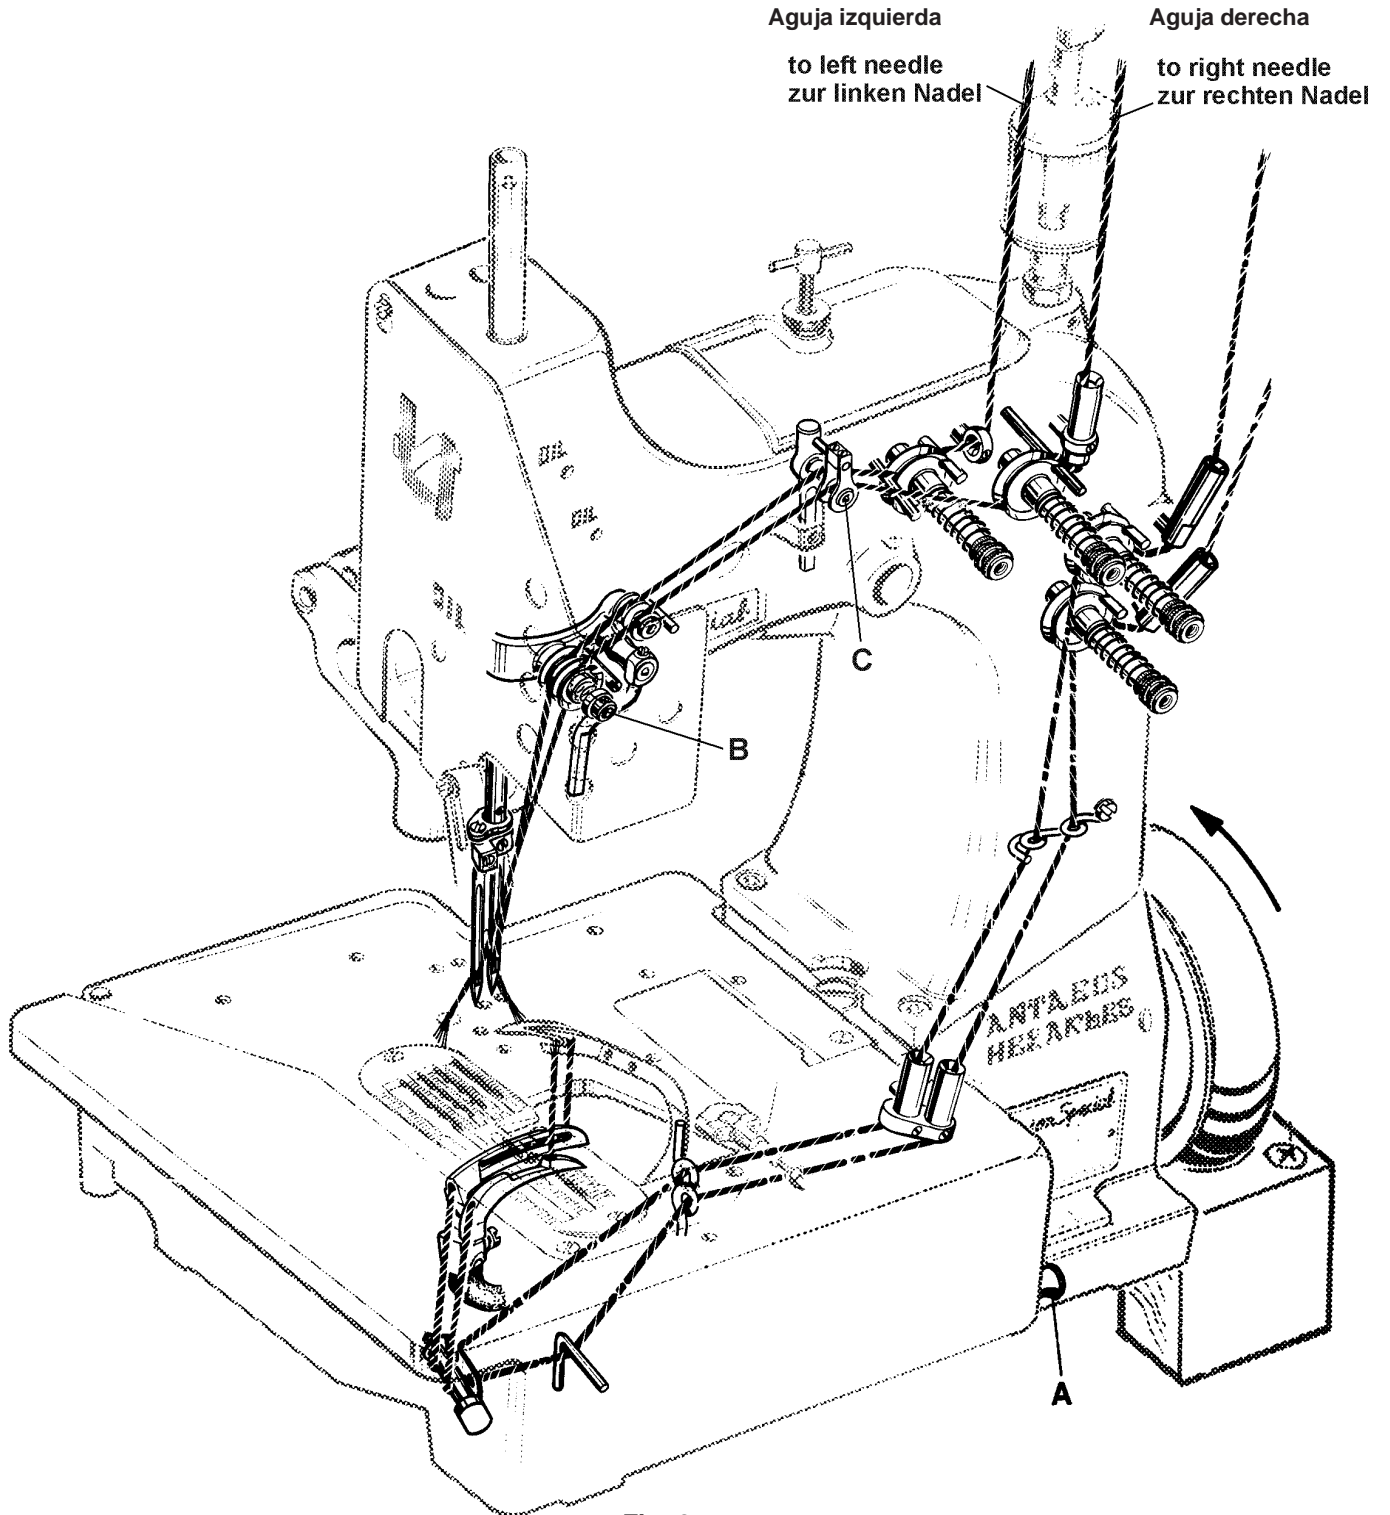

Fig. 2
3. Coloque la máquina sobre la base, de manera que el pasador de regulación (C) en la placa base, encaje en el hueco derecho trasero de la base de la máquina.
4. Asegure la máquina de coser con los 2 tornillos T (D) en la placa de base.
6. Monte el volante (E) con los 3 tornillos remache (F) a la máquina de coser. El pasador (G) debe encajar en el hueco de la parte central del volante (H).
7. Atornille el protector de la barra de aguja (J).
8. Apriete la aceitera (K).
9. Alinee el guarda correa del volante (L) con la perforación para la correa en la mesa (M) y con la rueda del volante y sujételo con los 2 tornillos para madera (N) a la mesa.
10. Desmonte el guarda correa del motor. Coloque la correa en V alrededor del volante y ajuste el motor para tensar la correa. La tensión del la correa en V será la correcta cuando ejerciendo presión moderada con el dedo ceda en aprox. 10mm (3/8 pulgada) en la mitad entre la rueda del volante en la máquina de coser y la rueda del motor (Ver Fig. 2). Coloque nuevamente el guarda correa del motor.
81300 series are threaded as shown in Fig. 2.
For threading the needle turn handwheel in operating direction until the needle is in the upmost position. For looper threading open the hinge plate by lifting locking bolt knob (A, Fig. 2).
Las máquinas de la serie 81300 se enhebran como se muestra en la Fig. 2.
Para enhebrar la aguja gire el volante en dirección de operación hasta que la aguja alcance su posición mas alta. Para enhebrar el looper, abra la tapa delantera levantando el tornillo de la manivela (A, Fig. 2).